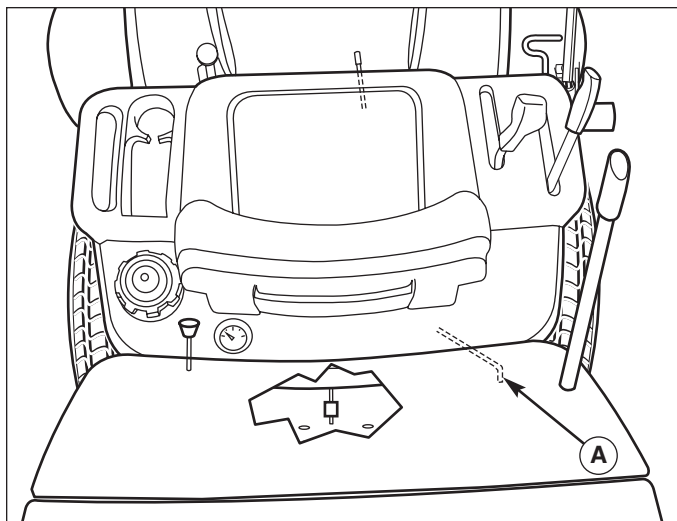

**Figure 33. Réglage de l'embrayage de la PDF**
3. Insérer une jauge d'épaisseur de 2,5 - 4,0 mm (C) dans chaque orifice en plaçant la jauge entre la face du rotor et la face de l'induit (Figure 33).